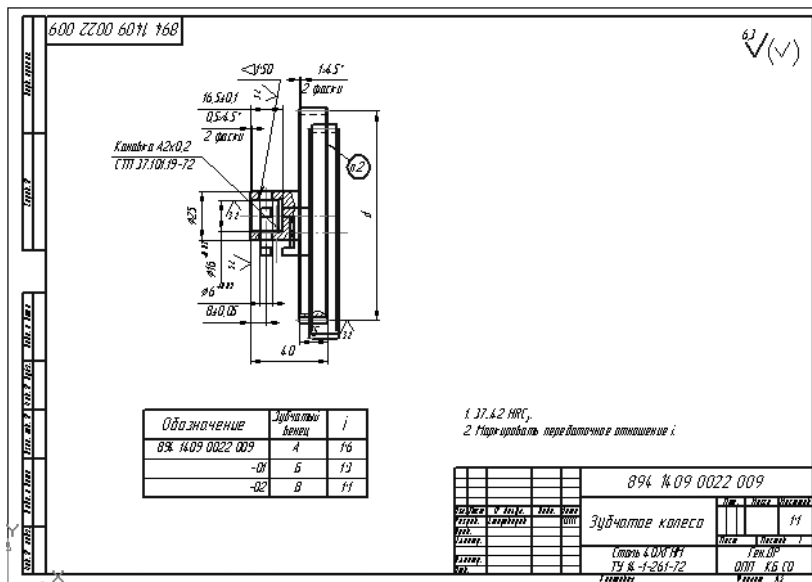

Рис. 5.70. Исходный чертеж для вставки таблицы
*Второй шаг – открытие чертежа, в который должна быть вставлена таблица.* Допустим, что мы открыли чертеж, в который должна быть вставлена таблица (рис. 5.70).